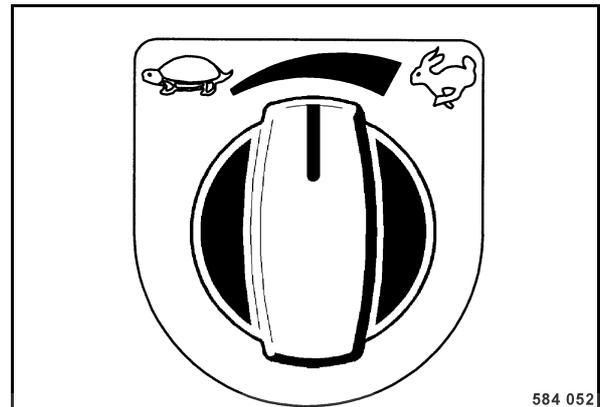

fig. 138
- Présélectionner la vitesse de déplacement maximale (fig. 138).